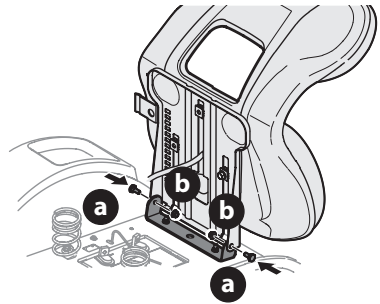

Figure 3
4. Fixez un côté du siège au support avec les boulons à épaulement (a) et les écrous autobloquants (b) retirés à l'étape 3. Retenez le siège pendant que vous enlevez le tournevis Phillips et que vous fixez l'autre côté. Prenez garde de ne pas coincer ou endommager le faisceau de câbles pendant que vous installez le siège (Figure 3). Serrez à un couple de 9 à 12 N m (de 84 à 103 po-lb).